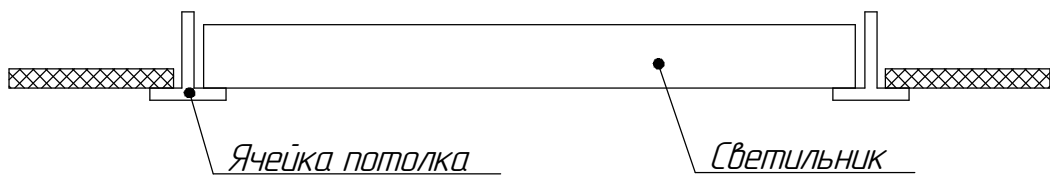

Рисунок 2 - Схема установки светильника в подвесной потолок "Армстронг"
5.4.1 Установите светильник на опорную поверхность (см. рис. 2).